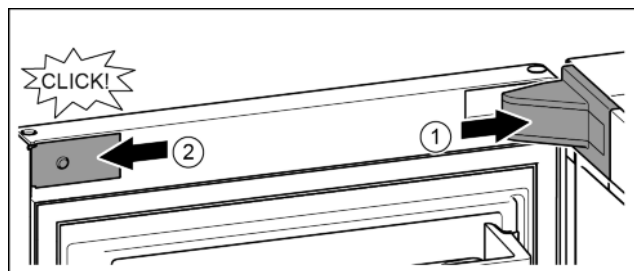

Fig. 16
- ▶ Крышку опорного кронштейна установить и зафиксировать, при необходимости, осторожно разжать. Fig. 16 (1)
- ▶ Установить сбоку накладку и зафиксировать. Fig. 16 (2)